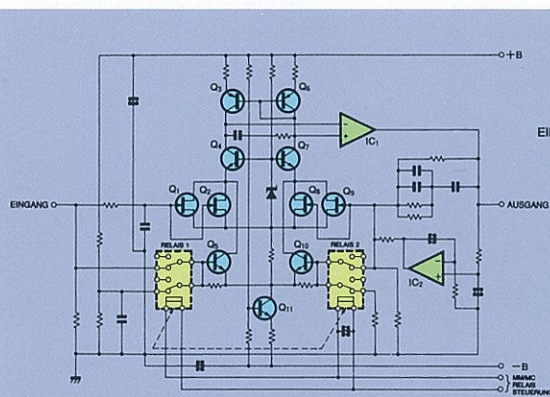

Abb. 4 Schaltkreis der MM/MC Phonestufe
In Abb. 4 ist der Schaltkreis der Phonestufe dargestellt. Für den Drehspulen- (MC) bzw. den Drehmagnet-Tonabnehmer (MM) sind getrennte Eingangsschaltkreise vorgesehen. Da die Ausgangsspannung und die Ausgangsimpedanz von Drehmagnet-Tonabnehmern (MM) sehr hoch ist (die Impedanz kann bei hohen Frequenzen 10 k Ω errei-